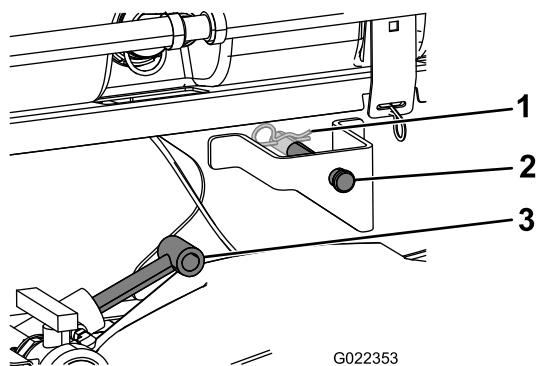

Figura 9
- Estendete i cilindri di sollevamento fino alle staffe sul telaio di supporto del serbatoio e allineate i raccordi dei cilindri con i fori presenti sulle staffe del telaio di supporto del serbatoio (Figura 9).